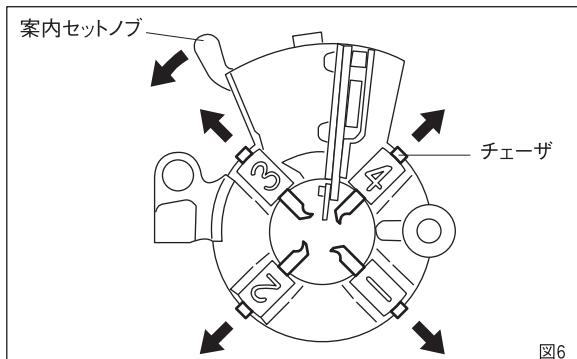

図6
##### a.チエーザの取外しかた(図6)
- 位置決めノッチを位置決めピンから外し案内セットノブを図6の矢印の方向へいっぱいに引きますと、3番4番のチエーザが取外せます。